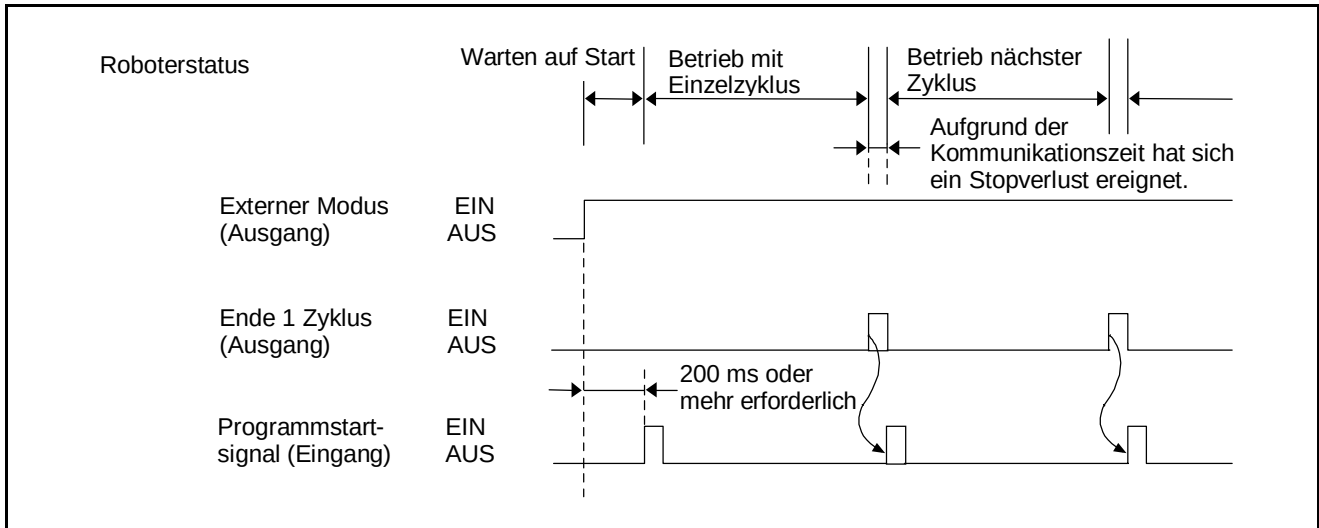

Abbildung 5-41 Beispiel zum Zeitverhalten des Signals "Programmstart" (liegt an) - 1
(4) Beispiel zum Zeitverhalten des Signals Programmstart EIN (liegt an) und AUS (fällt ab)
① Beispiel zum Zeitverhalten des Signals Programmstart EIN (liegt an)
a) Abbildung 5-41 zeigt, wie das Anliegen des Signals Programmstart mit dem Robotersystemausgang initiiert wird (Ausgang externer Modus und Ausgang Einzelzyklus-Ende).